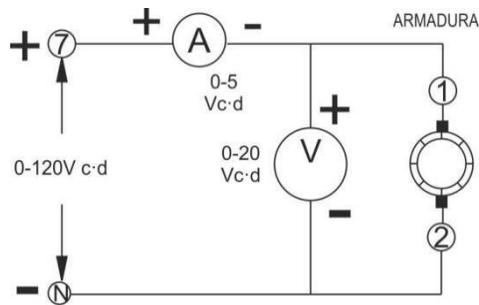

Figura 3
4. Conecte el circuito que aparece en la figura 3.